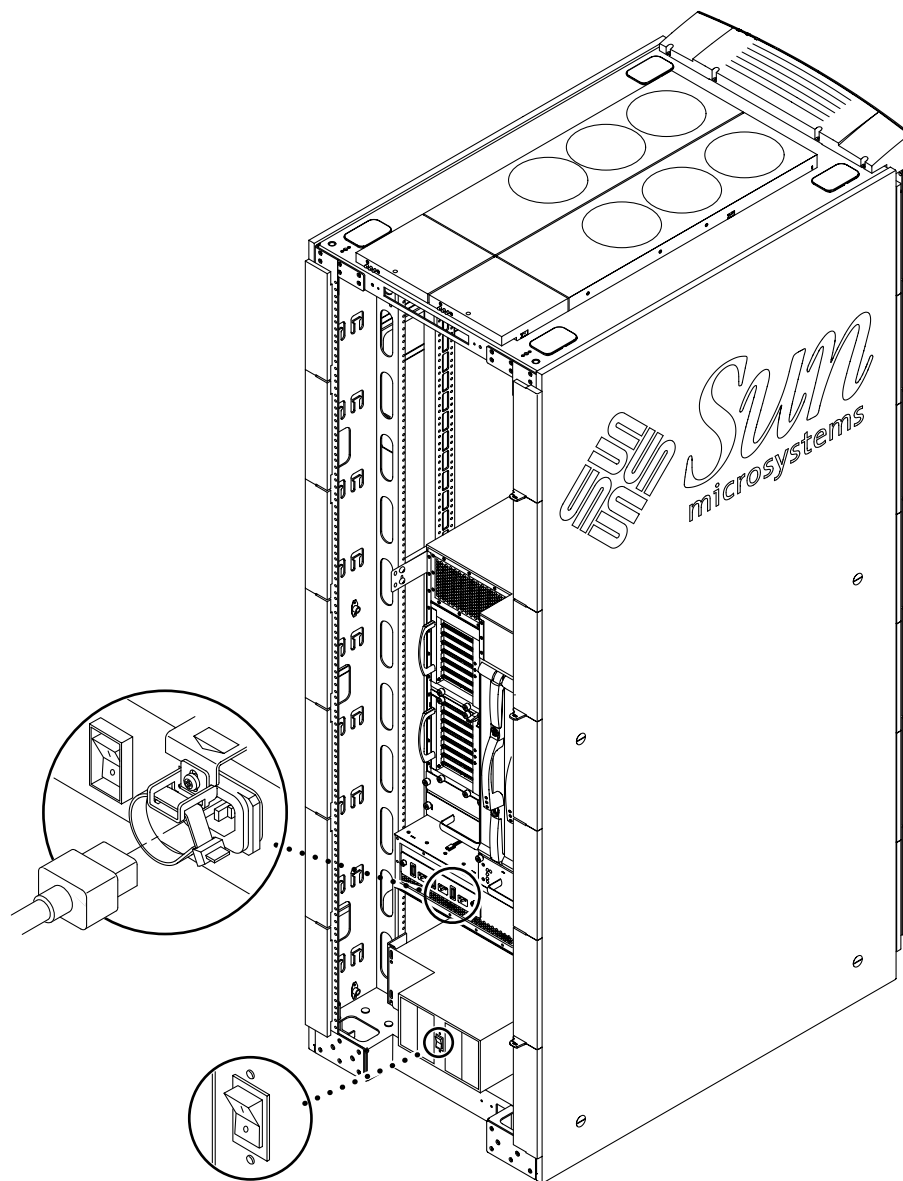

図 2-5 Sun Fire 4800 システムが設置されたキャビネットの電源スイッチの位置
1. Sun Fire キャビネットの各電源スイッチが、オフに設定されていることを確認します (図 2-5)。